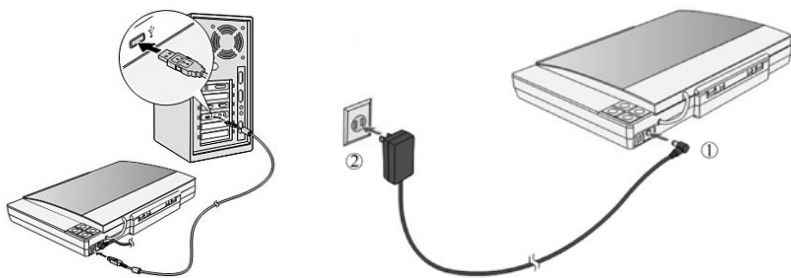

图 2-43 连接扫描仪和计算机主机
(1) 平板式扫描仪的使用
① 将扫描仪和计算机主机通过数据线连接，将扫描仪插上电源，如图 2-43 所示。
② 预热。扫描仪需要几分钟时间的预热。若想获得更好的效果，应在开始扫描的 30 min 前就打开扫描仪的电源。有些扫描仪在没有达到正确的温度时，能自动提醒，并且执行预热程序，直到完全准备好为止。